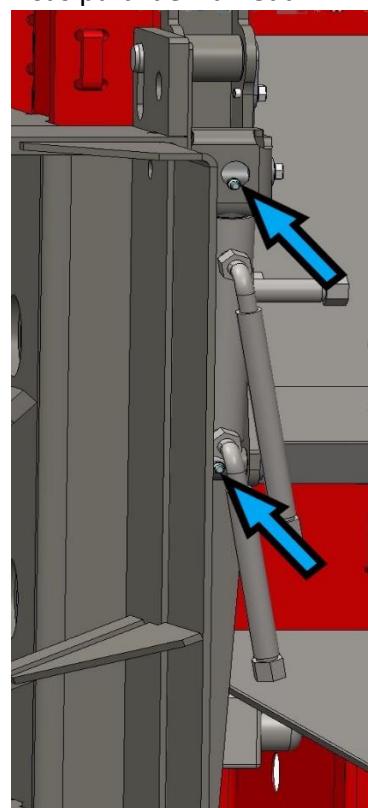

Bild 42.
2. Multiplikatorbettets högra nipplar (2 st. på bild 42).